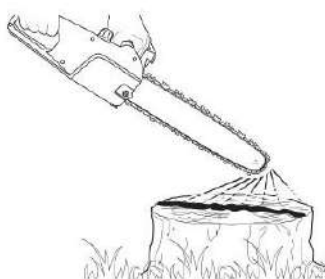

Fig. 15
1. Assurez-vous que la machine est éteinte, en plaçant le commutateur du moteur (27) sur la position «off» (Arrêt).
2. Vérifiez le niveau d'huile par un contrôle visuel : enlevez le bouchon du réservoir d'huile (28) et examinez le niveau d'huile.
4. Tournez le bouchon du réservoir d'huile (28) dans le sens horaire pour le remettre en position.
6. Assurez-vous que le guide (13) et la chaîne (14) sont en place lorsque vous vérifiez le débit d'huile.
7. Démarrez le moteur, faites le fonctionner à puissance moyenne et vérifiez si l'huile de chaîne est lubrifiée comme indiqué sur la figure (Fig. 15).